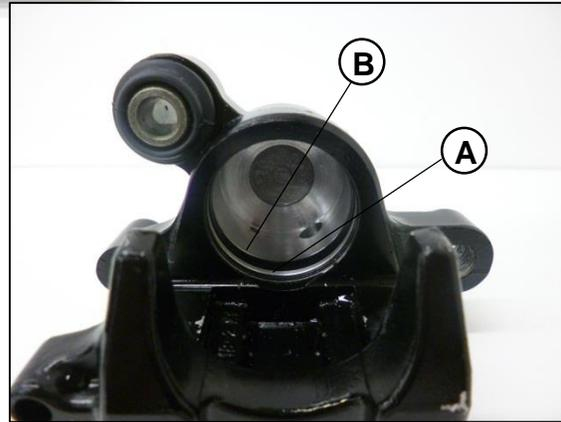

fig. .47
Retire el guardapolvo (A) y el retenedor (B) utilizando un perillero de pala, tenga especial cuidado de no dañar estos elementos ni la superficie por donde se desliza el pistón dentro de la mordaza. **Fig.47**